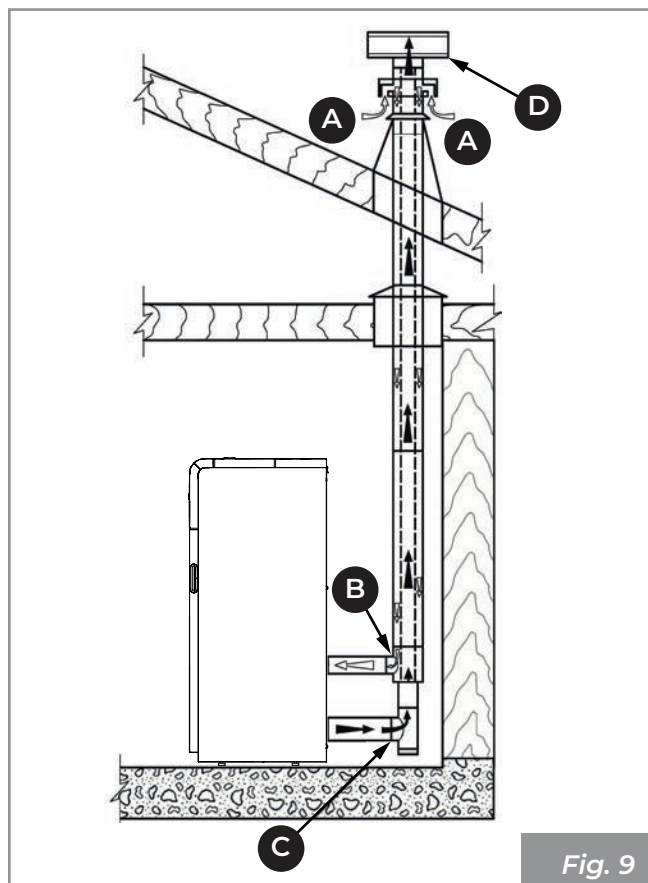
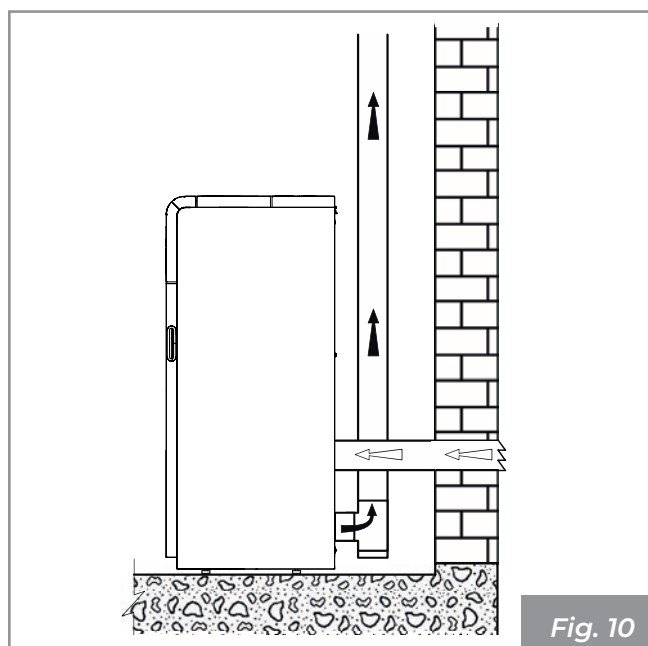

Fig. 9
Fig. 10
- directamente desde el exterior con conexión directa a la cámara de combustión (**Fig. 9 - Fig. 10**).
- canalizar el aire comburente mediante un tubo de descarga coaxial para la expulsión de los humos y la extracción de aire (**Fig. 9 - A, B = Entrada de aire, C, D = Salida humos**); por lo tanto, no es necesario hacer una toma de aire clásica en el local;
- conectar la entrada de aire comburente del aparato a la toma de aire con un conducto adecuado (**Fig. 10**).